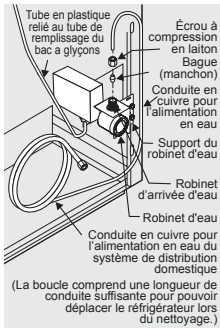

Figure 1
- Si vous utilisez un tube en cuivre** - Faites glisser l'écrou à compression en laiton, puis emballez (manchon) sur la conduite d'alimentation en eau. Poussez la conduite d'alimentation en eau dans l'entrée du robinet d'eau aussi loin que possible (1/4 pouce / 6,4 mm). Faites glisser la virole (manchon) dans l'entrée de la vanne et serrez l'écrou de compression à la main sur la vanne. Serrer un autre demi-tour avec une clé; Ne pas trop serrer. Voir la figure 1.